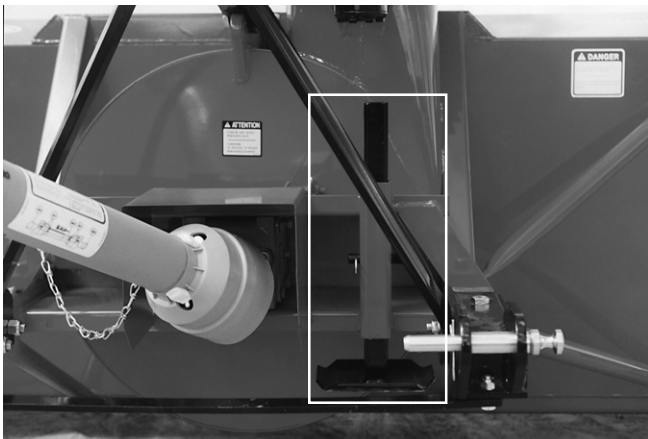

Figure 24
- 6) Après avoir installé la souffleuse sur le tracteur, relever la béquille de soutien (Fig. 24).